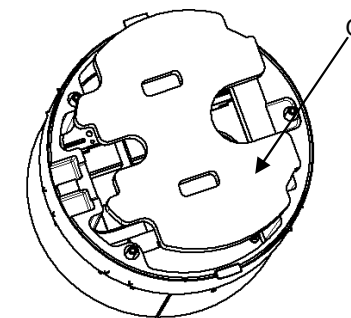

Fig. 8
12. Instale el intumescente (O) observando la orientación en la Fig. 8.